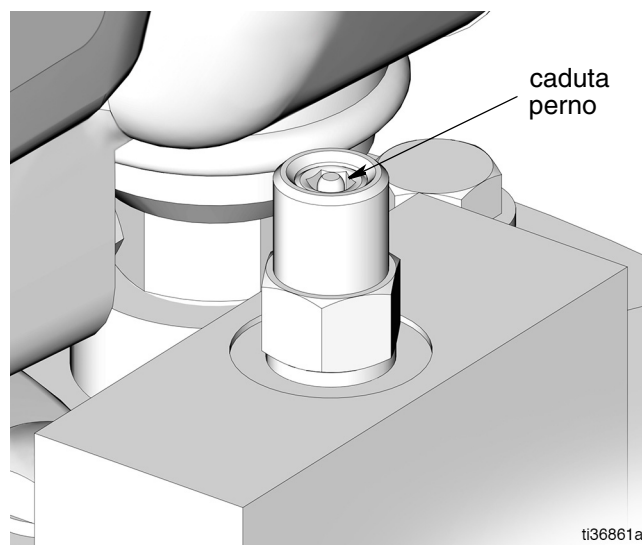

FIG. 17
Assicurarsi che il perno di intercettazione riempimento automatico (S) sia abbassato. Vedere FIG. 17, a pagina 17.